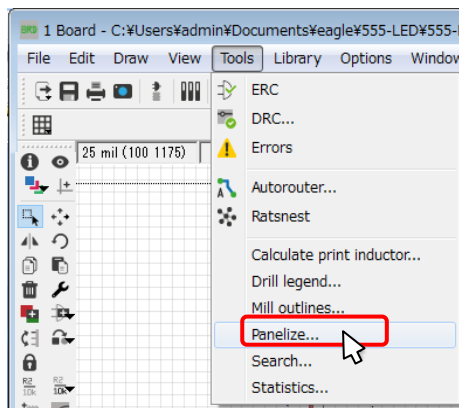

図 45
(1) 面付け準備
- ① TinyComp.brd を開きます。
- ② 基板外形線を削除します。
- ③ メニューバーの[Tools]→[Panelize...]と進みます。図 45